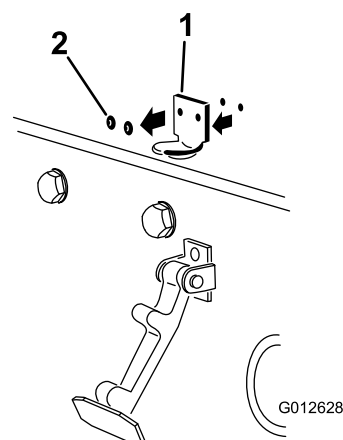

Bild 3
2. Entfernen Sie die zwei (2) Nieten, mit denen die Halterung des Motorhaubenriegels an der Motorhaube befestigt ist (Bild 3). Nehmen Sie die Halterung des Motorhaubenriegels von der Motorhaube ab.